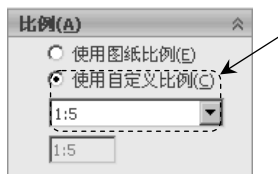

图 9.4.5 “比例”区域
(2) 定义视图比例。在 **比例(A)** 区域中选中 ☒ **使用自定义比例(C)** 单选项,在其下方的列表框中选择 **1:5** 选项,如图 9.4.5 所示。